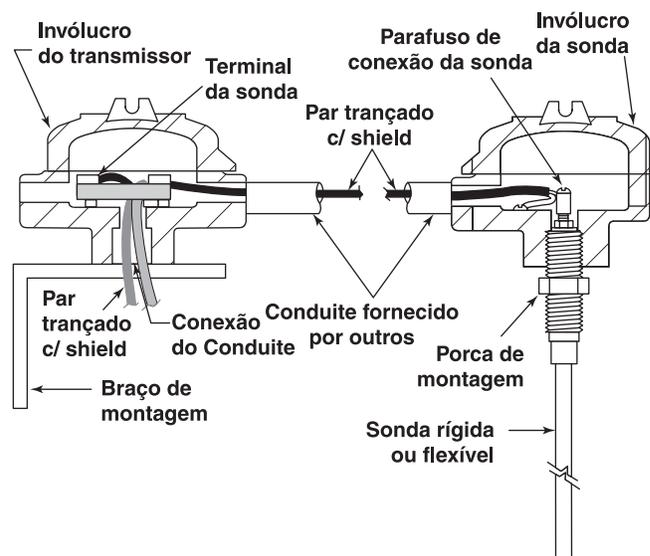

Figura 6
4. Instale o suporte do invólucro do transmissor (fornecido pela Magnetrol). Certifique-se de deixar espaço necessário para remoção da tampa do invólucro. Veja a Figura 6 na página 3.
13. Instale o suporte do invólucro do transmissor (fornecido pela Magnetrol). Certifique-se de deixar espaço necessário para remoção da tampa do invólucro. Veja a Figura 6 na página 3.